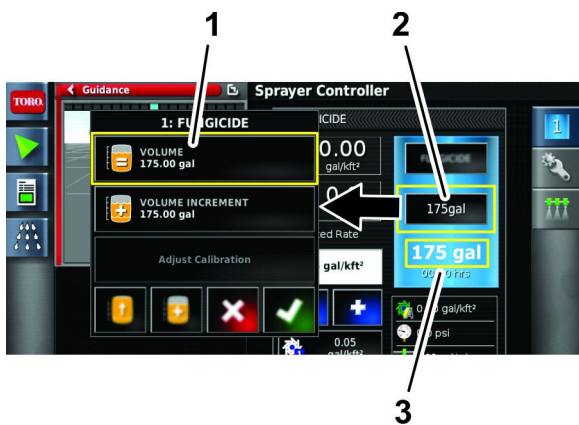

Bild 36
2. Tippen Sie auf das VOLUMEN-Symbol (Bild 36).